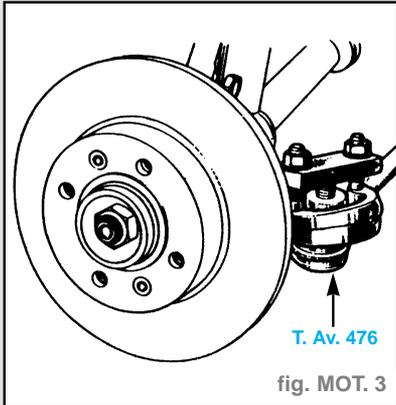

fig. MOT. 3
- la rotule de direction à l'aide du T. Av. 476 (fig. MOT. 3),